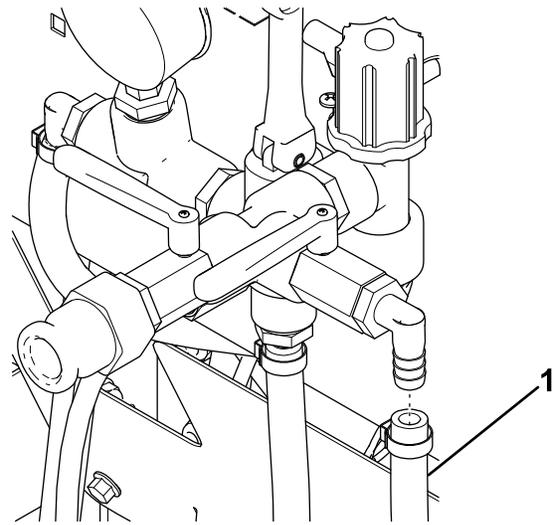

Bild 6
5. Tragen Sie Silikonspray auf das Ende des zuvor abgetrennten Hauptschlauches des Tanks auf, schieben Sie eine Schlauchschelle auf das Ende und befestigen Sie den Schlauch am Haupttankventil (**Bild 6**).